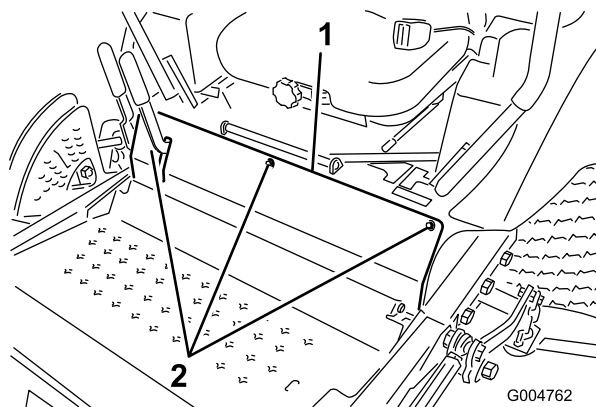

Figura 62
3. Togliete i bulloni che fissano il pannello anteriore, e rimuovete il pannello (Figura 62).